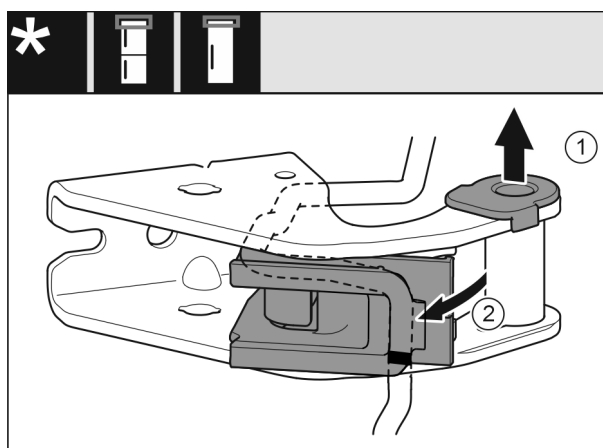

Fig. 28
- ▶ Vytáhněte ložiskové pouzdro Fig. 28 (1) z vedení.
- ▶ Otočte držák kabelu Fig. 28 (2) ven.